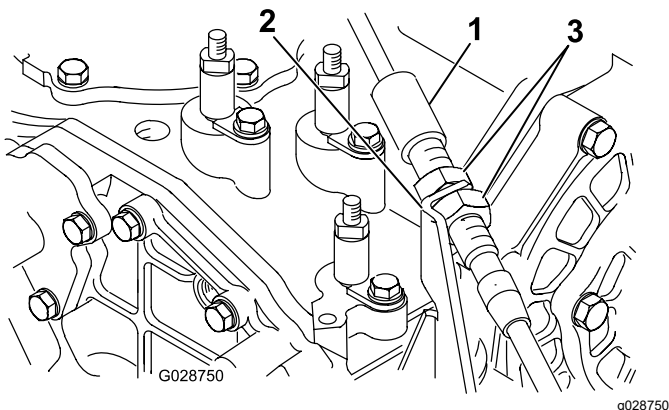

Figura 11
4. Enrute el cable a lo largo de los cables existentes y hacia el soporte del cable montado en la esquina delantera izquierda del transeje (Figura 11).